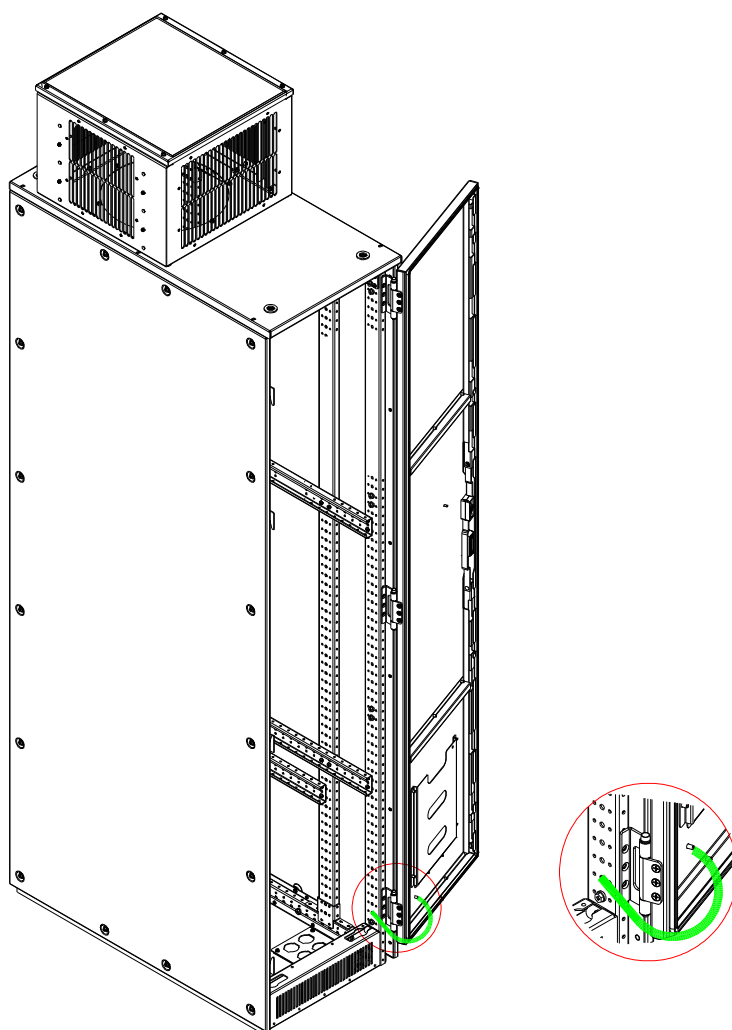

图 1.7.2-1
- 1.7.2 所有金属外壳连结处如果有涂层或经过阳极处理，需要在连接前先去除，或是使用特殊的金属片穿过这非导电层连接如图 1.7.2-1，已建立良好的连接。